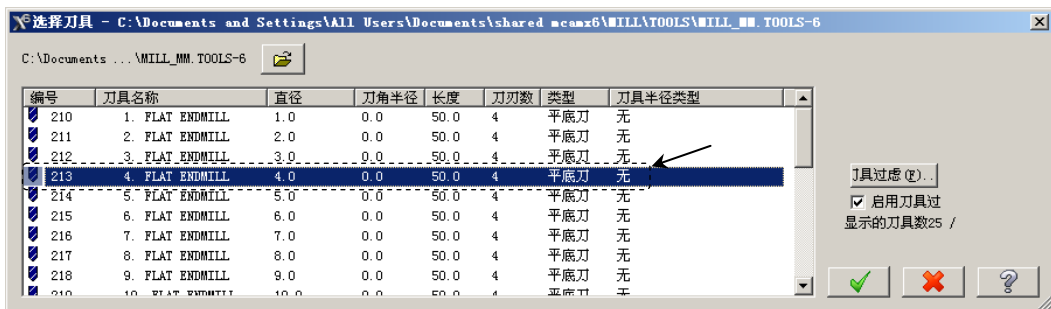

图 9.21 “选择刀具”对话框
Step5. 选择刀具。在“曲面残料粗加工”对话框中单击 **选择刀库** 按钮，系统弹出“选择刀具”对话框，在该对话框的列表框中选择图 9.21 所示的刀具。单击 按钮，关闭“选择刀具”对话框，系统返回至“曲面残料粗加工”对话框。